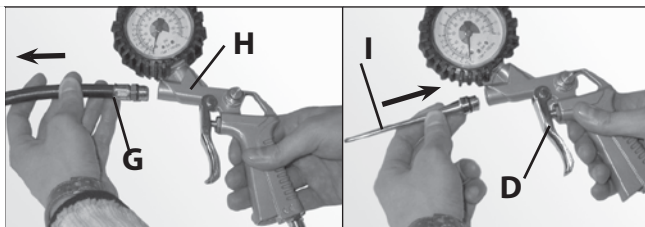

Рис.3
4. Направьте пневмопистолет в направлении очищаемых поверхностей и нажмите рычаг **D** (рис.3). Поток воздуха регулируется усилием нажатия на рычаг.
2. Открутите от корпуса **H** пневмопистолета воздушный шланг с наконечником **G** (рис.3). Прикрутите с усилием к корпусу пистолета продувочную насадку **I**. Для облегчения этих операций может потребоваться применение гаечного ключа.